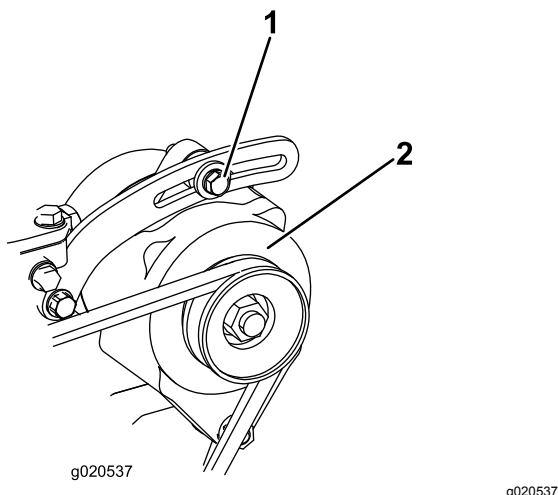

Figura 99
1. Se l'inflessione non è di 10 mm, allentate i bulloni di fissaggio dell'alternatore (Figura 99).